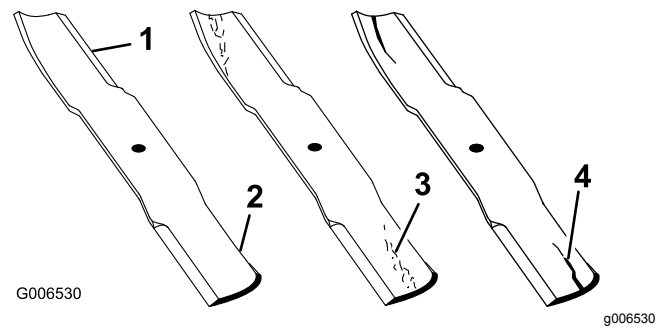

Figura 74
1. Controllate i taglienti (Figura 74).
4. Se notate incrinature, usura o scanalature in questa zona, montate immediatamente una nuova lama (Figura 74).